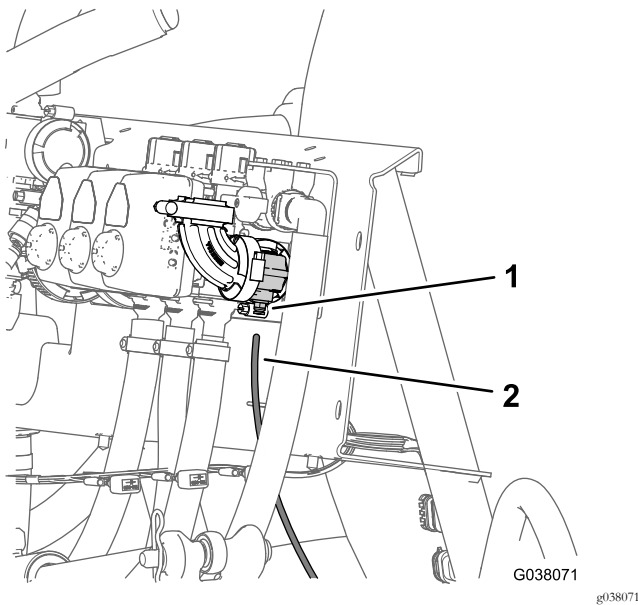

図 124
1. ダッシュボードの水圧計用の水圧検知チューブ樹脂チューブの口を、チューブカップラのロックカラーに合わせる 図 124。
2. 検知チューブをロックカラーに挿入して一番奥まで押し込む 図 124。